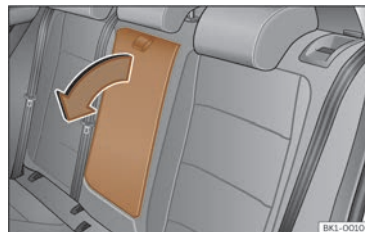

Abb. 106 Herausklappbare Mittelarmlehne hinten (schematische Darstellung).
- Zum *Ausklappen* der Armlehne, Zugschlaufe in Pfeilrichtung ziehen >>> (**Abb. 106**).